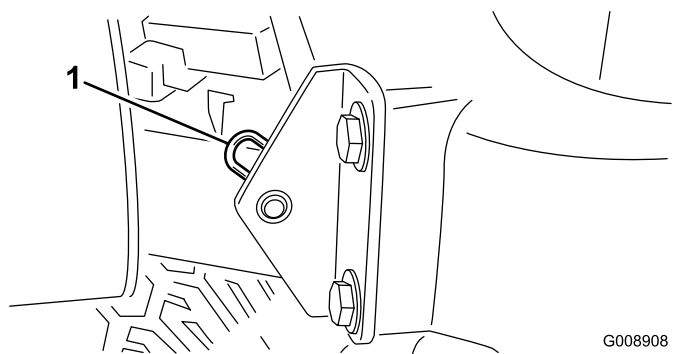

Figura 46
- Togliete la coppiglia che fissa il perno del cofano alle staffe di montaggio (Figura 46).